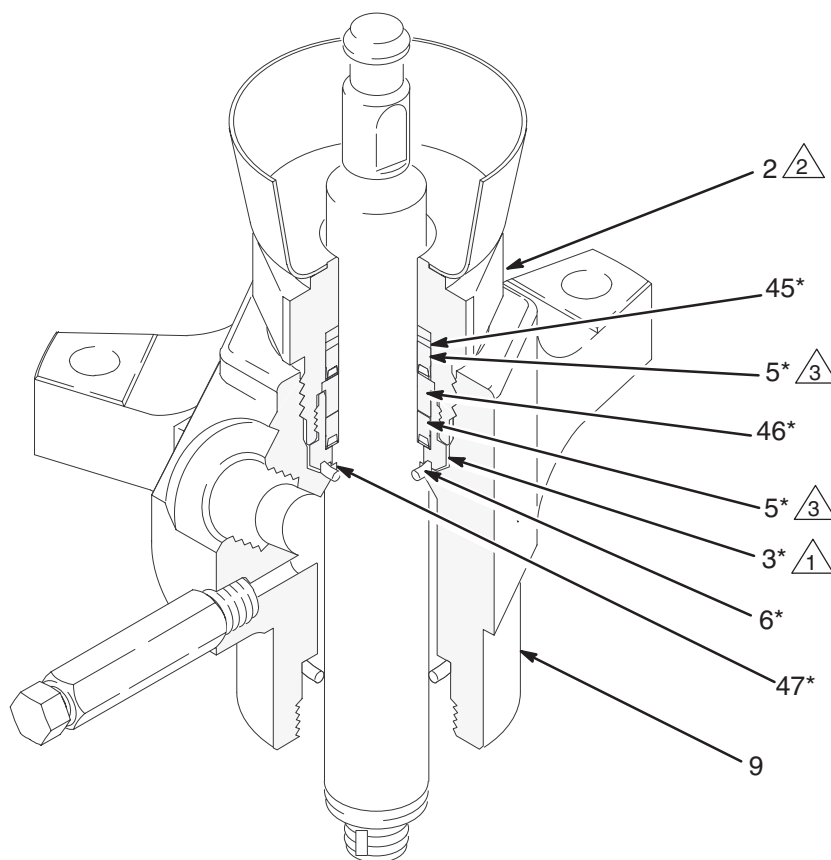

Fig. 17
2. Voir Fig. 17. Dévisser l'écrou (2) en utilisant une clé à tube. Enlever le joint torique (6) et la rondelle (47) du bas du carter de presse-étoupe (3) ou de la section sortie (9).
3. Placer les méplats de l'écrou de presse-étoupe dans un étau (2). Dévisser le carter de presse-étoupe (3) et le mettre au rebut ainsi que les joints. Sortir la rondelle (46), le joint (5) et la rondelle d'appui (45) de l'écrou du presse-étoupe.
4. Le kit presse-étoupe est préassemblé. Visser le kit sur l'écrou (2) en veillant à ce que la rondelle d'appui (45*), le joint (5*) et la rondelle (46*) soient correctement positionnés en haut du corps de presse étoupe (3*), avec les lèvres de la garniture orientées vers le bas. Serrer le corps du presse-étoupe (3*) à 97–106 N.m. Voir Fig. 17.
6. Visser l'écrou de presse-étoupe (2) sur le carter de sortie (9). Serrer à 190–217 N.m.